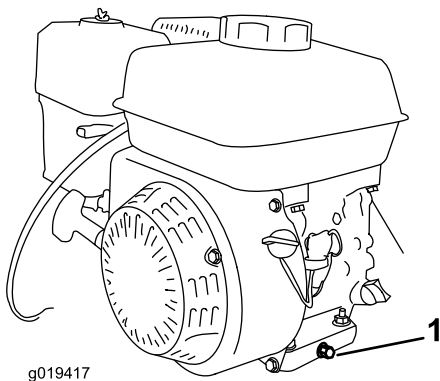

Figura 18
5. Retire el tapón de vaciado (Figura 18).
4. Retire el tapón de la caja de engranajes (Figura 18).